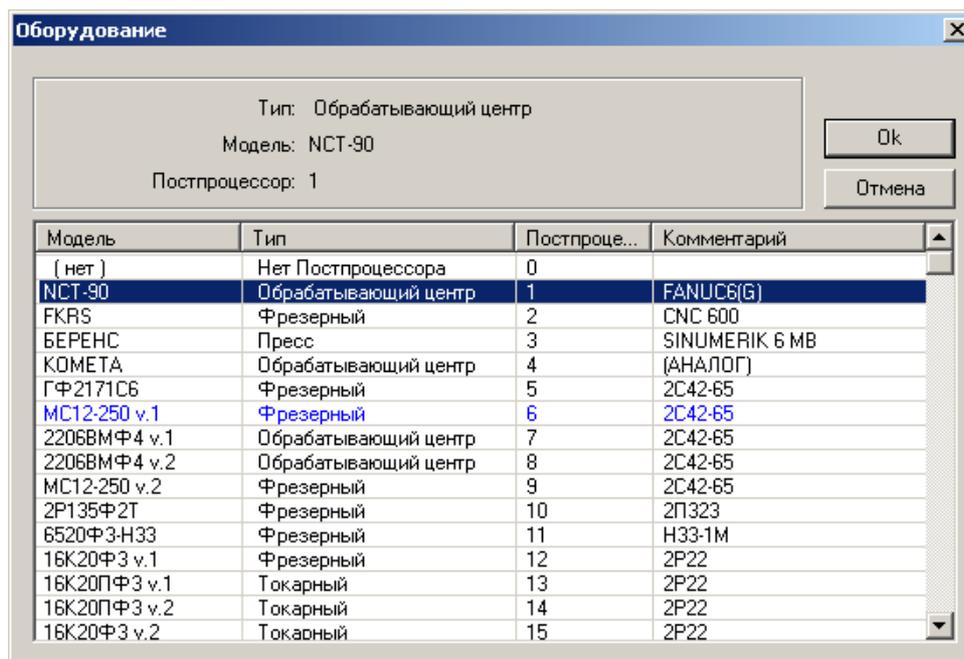

Рис. 1 Диалог «Оборудование»
1. Нажмите кнопку «Станок»  на панели «САМ информация». Появится диалог «Оборудование» (рис. 1).